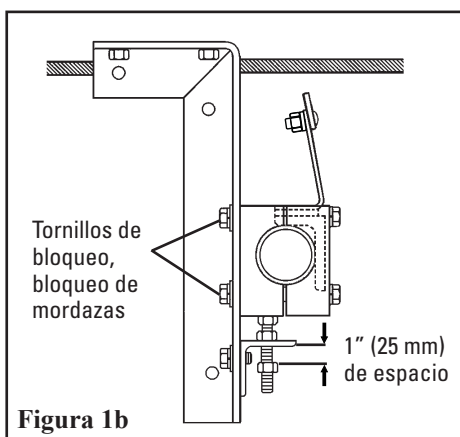

Figura 1b
- Afloje los tornillos de sujeción del bloqueo de la mordaza en ambos lados y deje que el eje se mueva hacia abajo y se apoye en las contratuercas de tensión del tornillo de ajuste superior elevadas (Figura 1b).